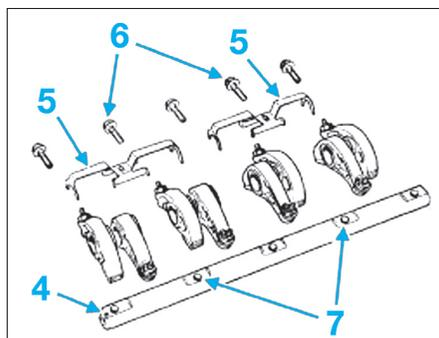

Fig. 53
- la rampe avec les culbuteurs en positionnant le poinçon (4) sur la rampe côté distribution (Fig.53),
- les brides de culbuteurs en positionnant les petits côtés (5) vers l'extérieur,
- Positionner les vis (6) (M8x100 - 28, 7 mm) en (7).